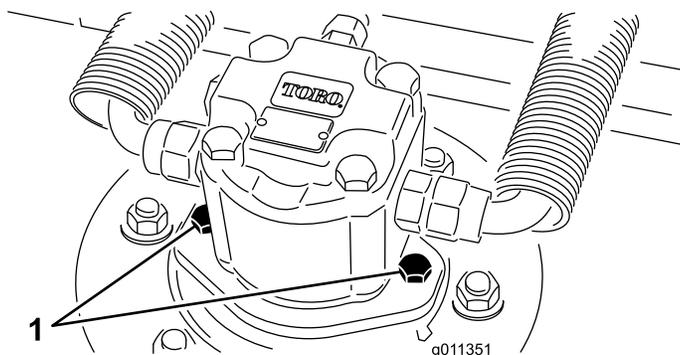

Bild 55
2. Klemmen Sie den Hydraulikmotor vom Mähwerk ab und entfernen ihn (Bild 55). Decken Sie die Spindeloberseite ab, um einer Verunreinigung vorzubeugen.
4. Montieren Sie den Hydraulikmotor am Mähwerk (Bild 55) Stellen Sie sicher, dass sich der O-Ring unbeschädigt in seiner Position befindet.